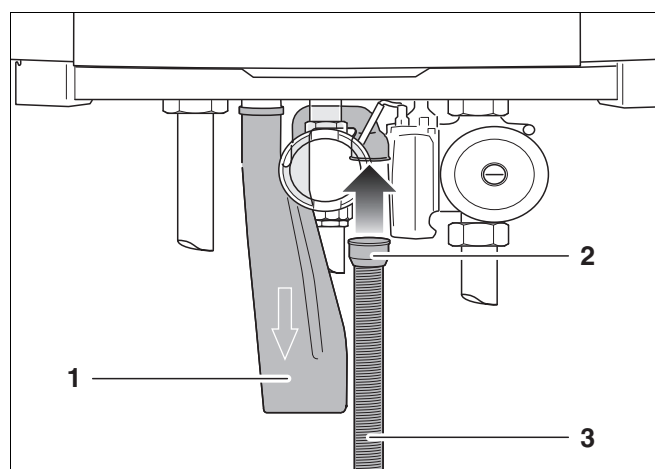

Fig. 15 Montare il tubo flessibile ondulato
- Montare il tubo flessibile ondulato (fig. 15, pos. 3) e l'anello di tenuta in gomma (fig. 15, pos. 2) sul sifone (fig. 15, pos. 1).